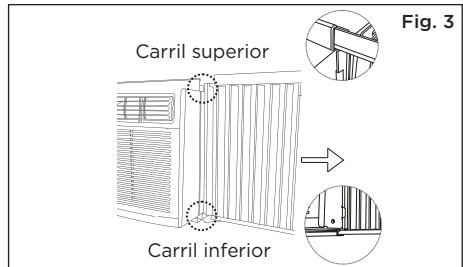

Fig. 3
C. Una vez el panel está instalado en un lado del gabinete, asegúrese de que esté correctamente dentro del canal del marco con ajustes suaves. Deslice los extremos superior e inferior del marco en el carril del gabinete. Fig. 3.